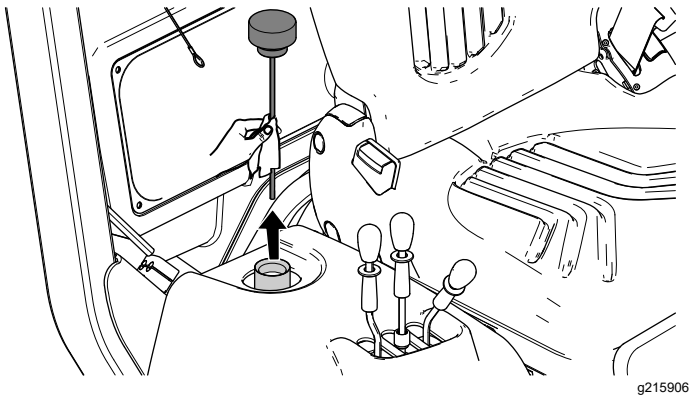

Figura 98
4. Togliete l'asta di livello dal serbatoio idraulico e pulitela con un panno pulito (Figura 98).